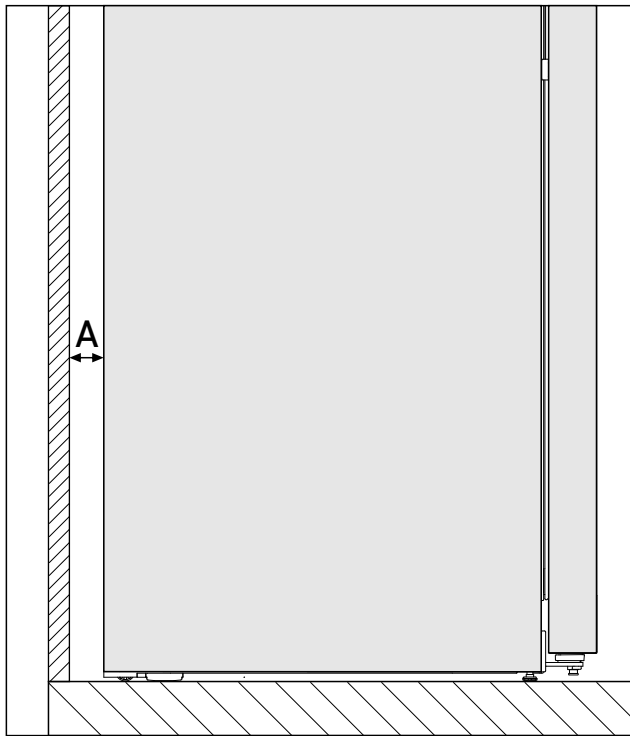

Fig. 3 *
Energiforbruget er bestemt ud fra en vægafstand Fig. 3 (A) mellem enhedens bagside og væggen. Hvis afstanden til væggen er mindre end Fig. 3 (A), har dette ingen indvirkning på enhedens funktionalitet; energiforbruget stiger dog en smule med en mindre afstand til væggen.*